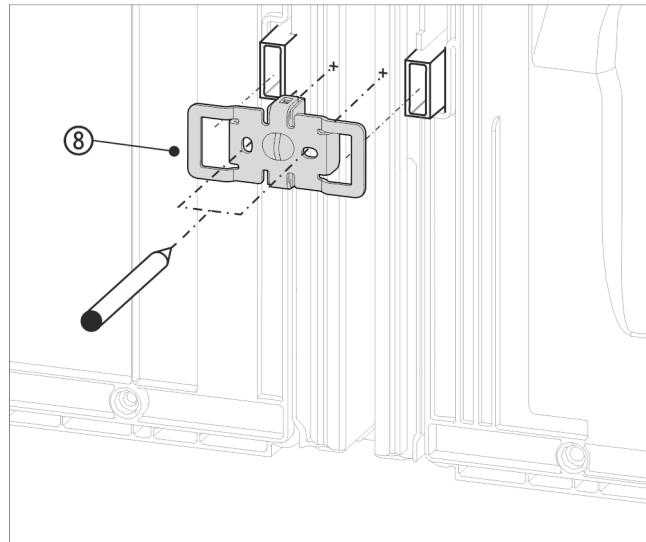

Fig. 17 Zobrazení příkladu
- Úhelník Fig. 17 (8) zasuňte vybráním přes úchyt pro vymezovač odstupu od stěny.